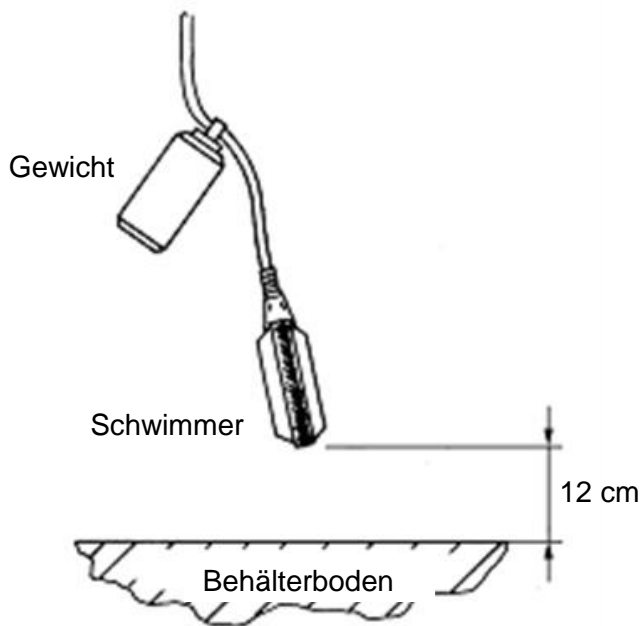

Bild 6
Das Schwimmerschalterkabel im Auffangbehälter so befestigen, dass der Schwimmer im hängenden Zustand noch 12 cm über dem Behälterboden hängt, siehe Bild 6.
- Schwimmerschalter so weit hoch ziehen, bis der Abstand zwischen Schwimmer und Behälterboden 12 cm beträgt, siehe Bild 6.